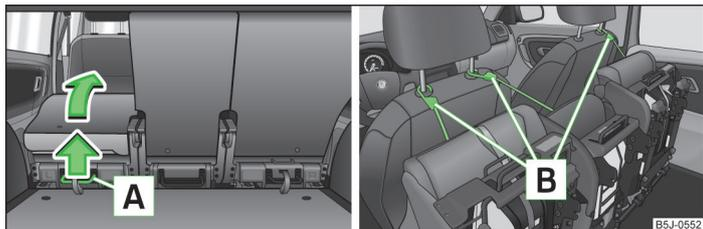

Fig. 39 Abatir el asiento hacia delante por completo / bloquear los asientos abatidos hacia delante
- Tirar de la palanca **A** » fig. 39 hacia arriba y abatir el asiento completamente hacia delante.
- Bloquear el asiento abatido por medio del cinturón de fijación **B** en una barra guía del reposacabezas del asiento delantero » fig. 39.